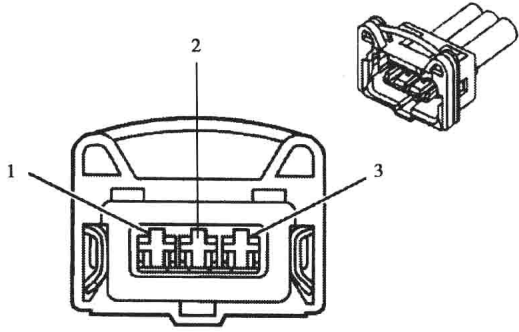

图 1-1-12 曲轴位置传感器连接器端子图
3. 曲轴位置传感器连接器端子图（图 1-1-12）及端子功能表（表 1-1-3）